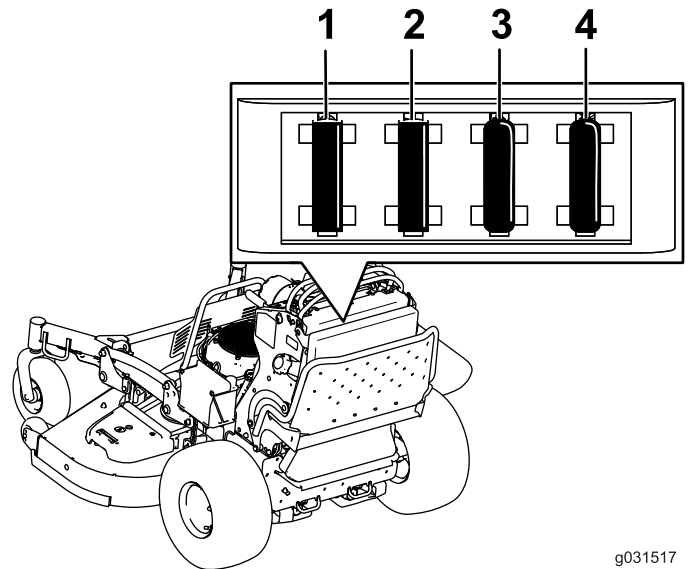

Figura 52
2. Tire hacia fuera del fusible para retirarlo o cambiarlo (Figura 52).
**Nota:** Asegúrese de que instale un fusible del tamaño correcto (Figura 52).